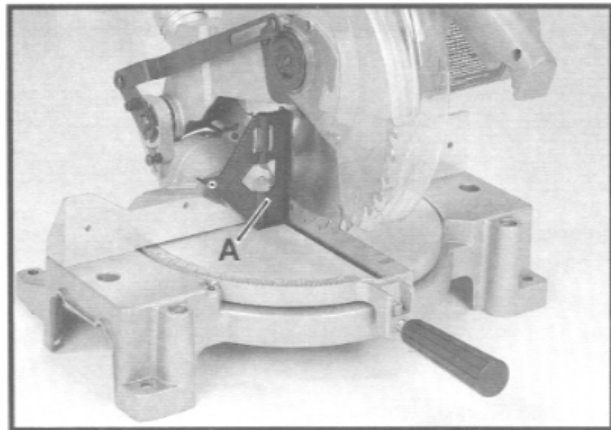

Fig. 24
3. Den Winkel (A) Fig. 24 wie gezeigt ans Sägeblatt anschlagen und kontrollieren ob dieses im 90° Winkel zum Sägetisch steht.